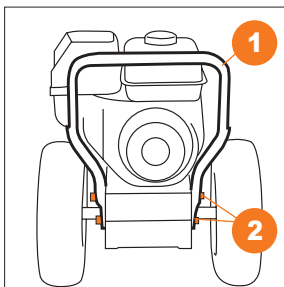

Рис. 2
- Закрепите нижнюю часть рукоятки **1** к корпусу снегоуборщика с помощью четырех болтов и шайб **2** (Рис. 2).